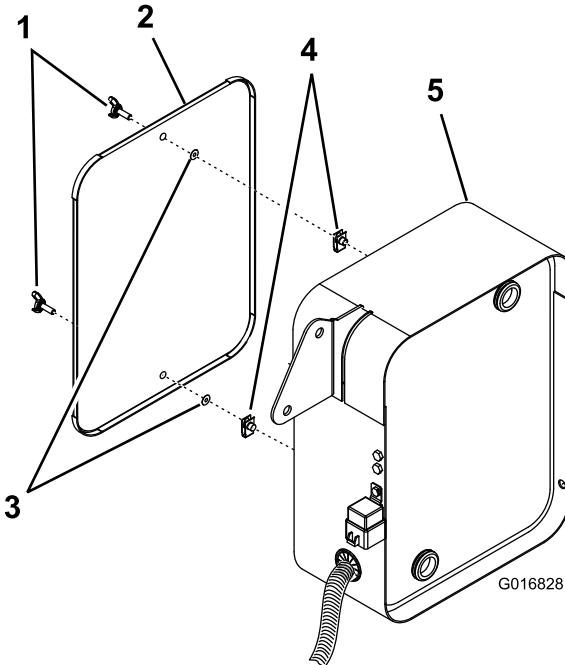

Bild 6
1. Schließen Sie die anderen Enden der Hydraulikschläuche an der Hydraulikleitung und dem Verteilerblock an (Bild 6).
5. Befestigen Sie das Ölkühlergitter mit zwei Flügelschrauben, zwei Befestigungsmuttern und zwei Clips an der Ölkuhlerstütze (Bild 6).